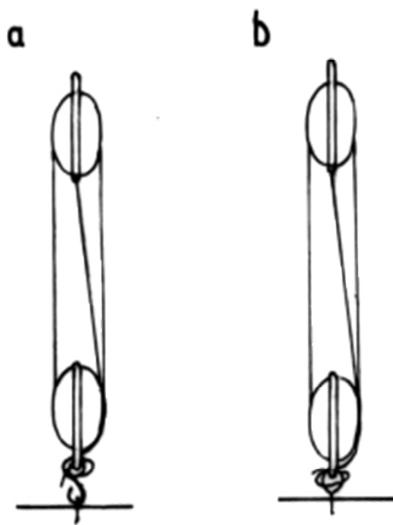

Abb. 3: Rahausrichtung mit Belegung am unteren Block - a) einhakbar, b) Öse zur Einstellung ungeklebt.
Die auf Abb. 3/H gezeigten Röhrchen sind auch Takelwerkzeuge. Es sind die einfachsten ihrer Gattung. Die einzigen Unterschiede zu einem Stück Rohr sind eine Ausnehmung, in die die Fingerspitze paßt, und eine polierte Austrittsöffnung.
A. Ausrichten und Belegen einer Talje am eigenen Block (Abb. 3) Bei dieser Art der Rahausrichtung gibt es zwei Versionen: a) die Talje ist in die Öse eingehakt oder b) sie ist an der Öse angebunden. Die elegantere Lösung ist die mit dem Haken. Daß man im zweiten Falle die Öse anbindet, ehe sie an ihren Ort gebracht ist, ist eigentlich klar, und daß man sie erst einklebt, wenn alles steht, ergibt sich von selbst. Übrigens ist es nie ein Fehler, wenn man Ösen generell, wo auch immer sie plaziert sind, erst im letzten Augenblick anklebt.